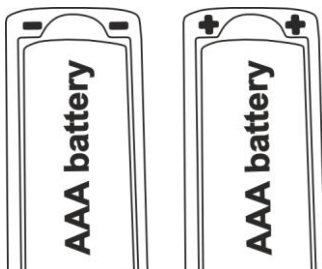

Fig. 6: Introdução das pilhas
2. Remover as pilhas descarregadas, inserir outras do mesmo tipo (consultar o § 7.2) respeitando as polaridades indicadas (ver Fig. 6), voltar a inserir o conjunto de pilhas e apertar a tampa do compartimento das pilhas.